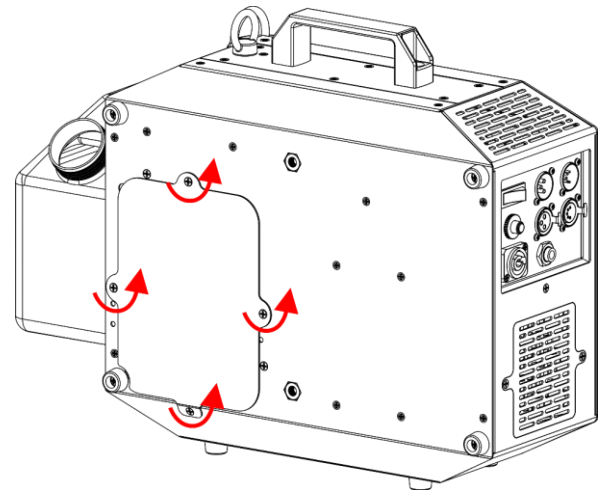

Fig. 13
- 08) Desatornille los 4 tornillos de la placa metálica del depósito en la parte posterior del dispositivo, como se muestra en la Fig. 13.